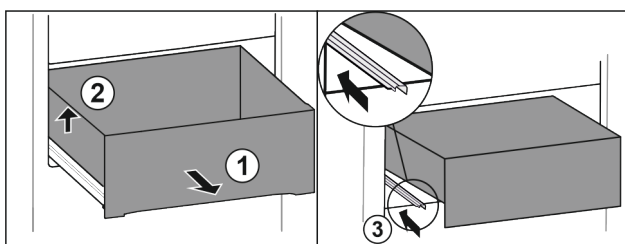

Fig. 82
- Lade tot de aanslag eruit trekken. Fig. 82 (1)
- Lade links optillen. Fig. 82 (2)
- Linker rail erin schuiven. Fig. 82 (3)